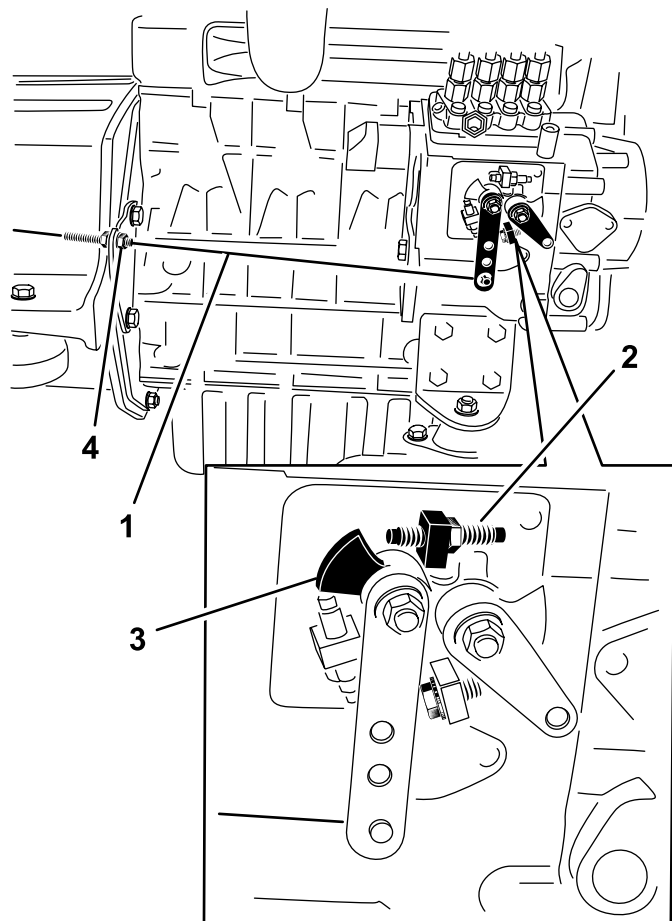

图34
2. 检查燃油喷射泵上速度控制杆的位置。当油门控制杆位于快速卡槽位置时速度控制杆应与高速螺丝接触图34。
3. 如果必要请调节油门控制拉索上锁紧螺母的位置直到当油门控制杆位于快速卡槽位置时速度控制杆应与高速螺丝接触图34。